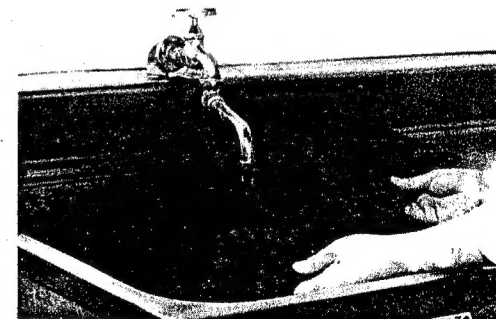

Fig. 5 Abb. 5
3. For removing dust of air filter, use a vacuum cleaner or let water flow to the air filter, but do not use the hot water above 104°F, and then replace it. When you wash it, shake off moisture completely. (Fig. 5)
3. Um Schmutz aus dem Luftfilter zu entfernen, wird entweder ein Staubsauger benutzt oder das Filter unter fließendem Wasser gereinigt. Das Wasser sollte nicht wärmer als 40°C sein. Wird bei der Reinigung Wasser benutzt, ist das Filter anschließend von Feuchtigkeitsresten zu befreien. Nach der Reinigung wird das Luftfilter wieder eingesetzt. (Abb. 5)